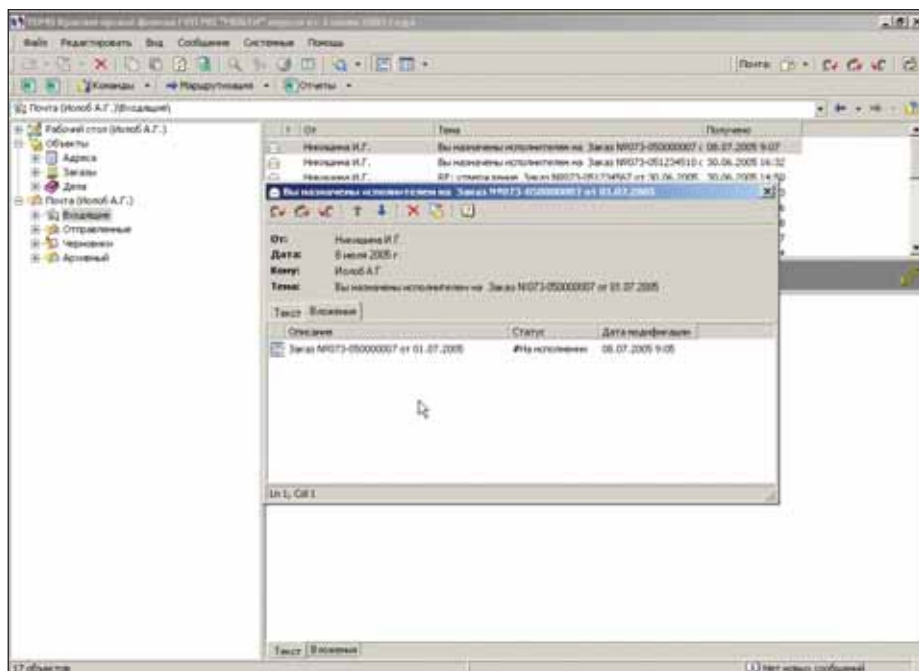

Рис. 9. Извещение о назначении исполнителя на заказ
3. Бригадир назначает исполнителя заказа, который получает право на редактирование только реально необходимых ему для выполнения работ объектов электронного архива. Заказ приобретает статус *На исполнении*, а исполнитель получает письмо с извещением о назначении (рис. 9).